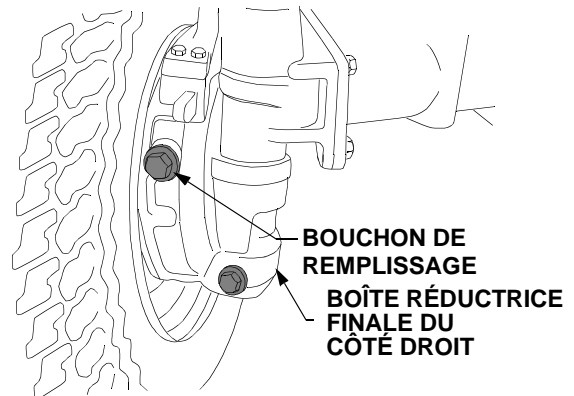

Figure 47
- Localisez les bouchons de remplissage. Ils se trouvent approximativement à mi-hauteur sur l'avant des boîtes réductrices droite et gauche. Voir la Figure 47.